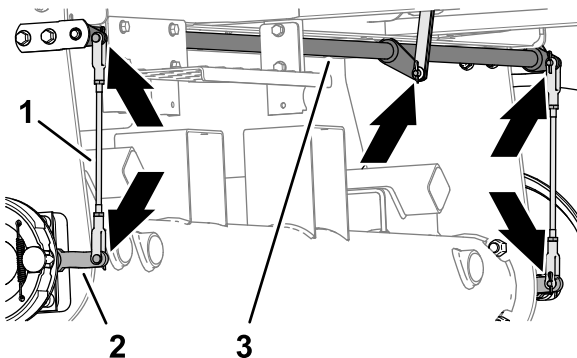

Figura 84
1. Ispezionate i gruppi delle aste dei freni di sinistra e destra (Figura 84) per escludere danni e usura.
2. Ispezionate l'albero di articolazione del freno (Figura 84) per escludere danni e usura.